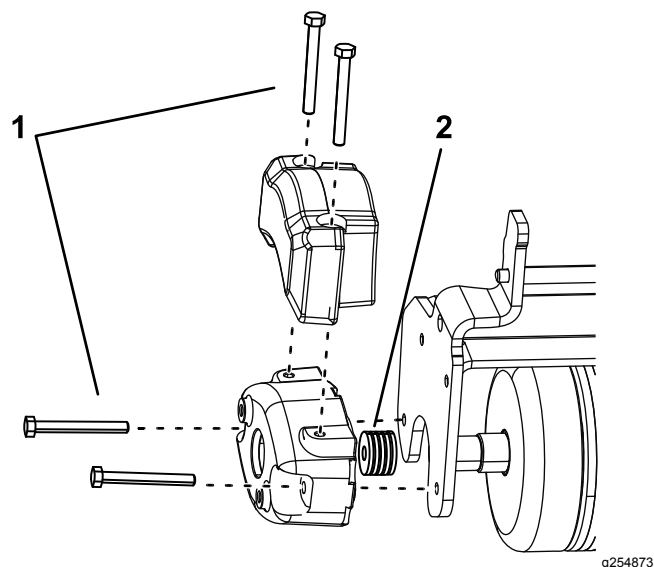

Figura 5
2. Instale dois parafusos (5/16 pol. - 18 pol. x 2¾ pol.) como se mostra em Figura 5.
3. Instale quatro espaçadores (1/8 pol.) por parafuso entre o contrapeso e a placa lateral do triplo-rolô (Figura 5).